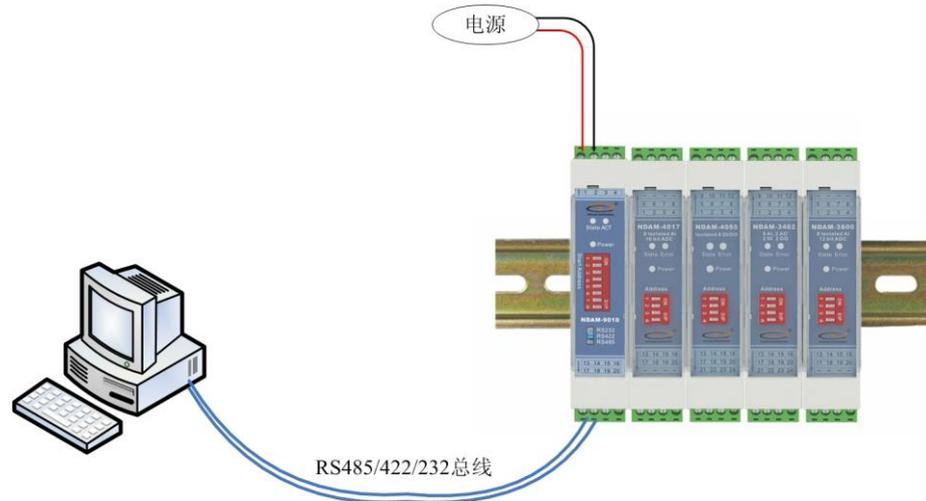

图 4.1 NDAM-9010 测试接线示意图
- 1) 将 PC 机、NDAM-9010 和 NDAM-4400 模块按照如图 4.1 所示进行连接；